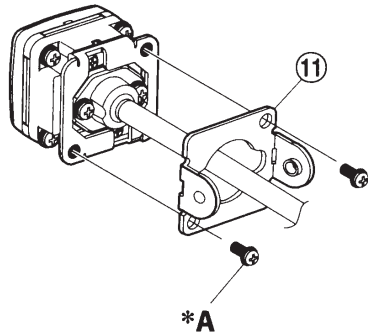
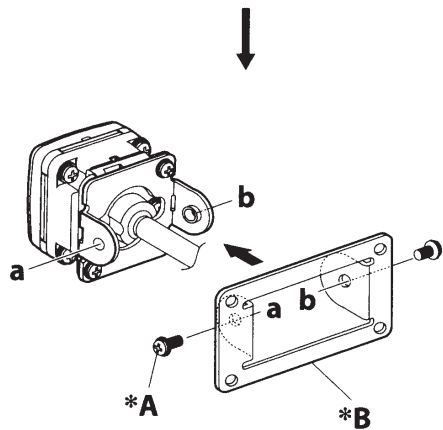

Fig.9/Schéma 9/Fig.9
Fig.10/Schéma 10/Fig.10
⑪ Camera bracket (included)/
⑪ Support de la caméra (fourni)/
⑪ Soporte de cámara (incluido)
Install the camera on the License plate frame with the camera bracket ⑪ (included) and *A, B (included with KTX-C10LP). (Fig.9/Fig.10)
Installez la caméra sur le cadre de la plaque d'immatriculation avec le support de la caméra ⑪ (fourni) et *A, B (fournis avec le KTX-C10LP). (Fig.9/Fig.10)
Instale la cámara en el bastidor de la matrícula con el soporte de cámara ⑪ (incluido) y *A, B (incluido con el KTX-C10LP). (Fig. 9/ Fig. 10)